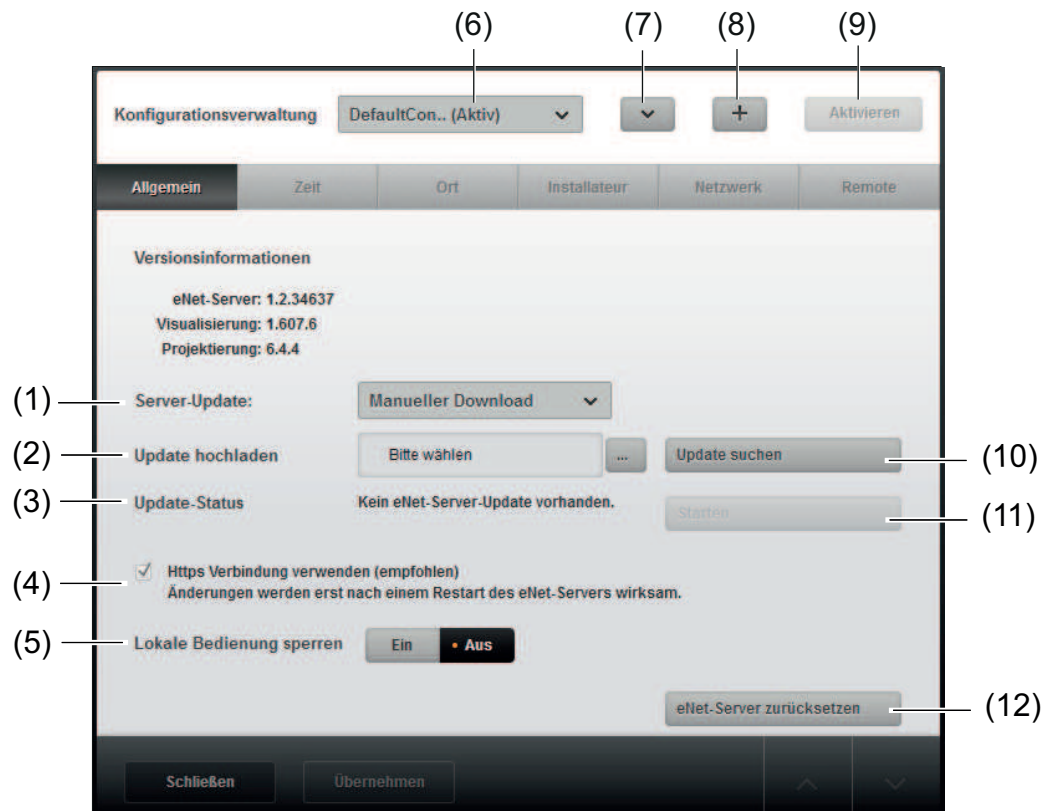

Bild 19: Konfigurationsverwaltung
- Um eine neue Konfiguration anzulegen, Schaltfläche  wählen (Bild 19).
- Entsprechende Konfiguration aus der Dropdown-Liste auswählen (Bild 19).